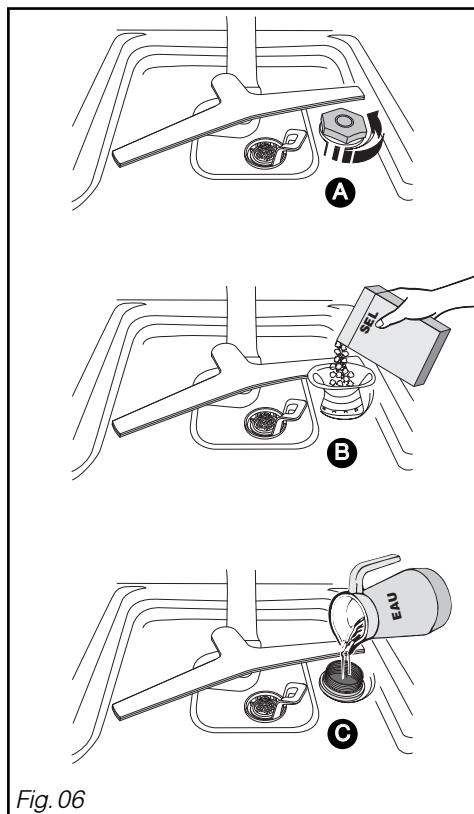

Fig. 06
- **Le chargement du sel régénérant (Fig. 06)**